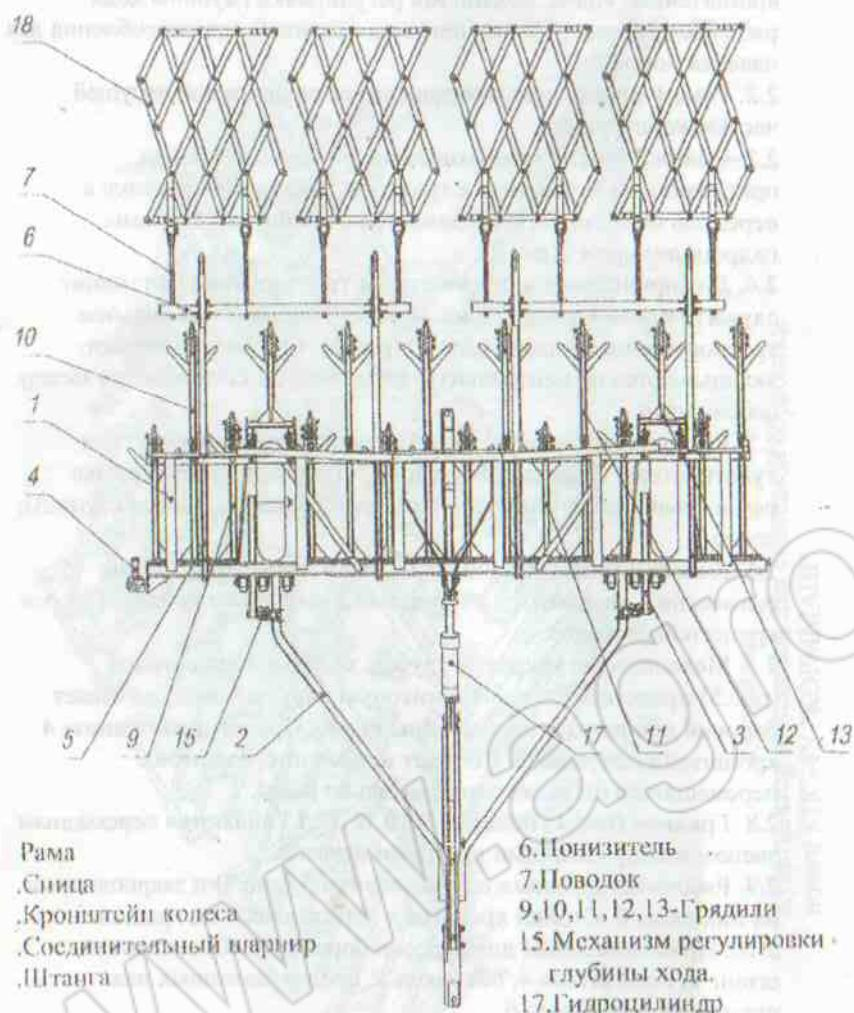
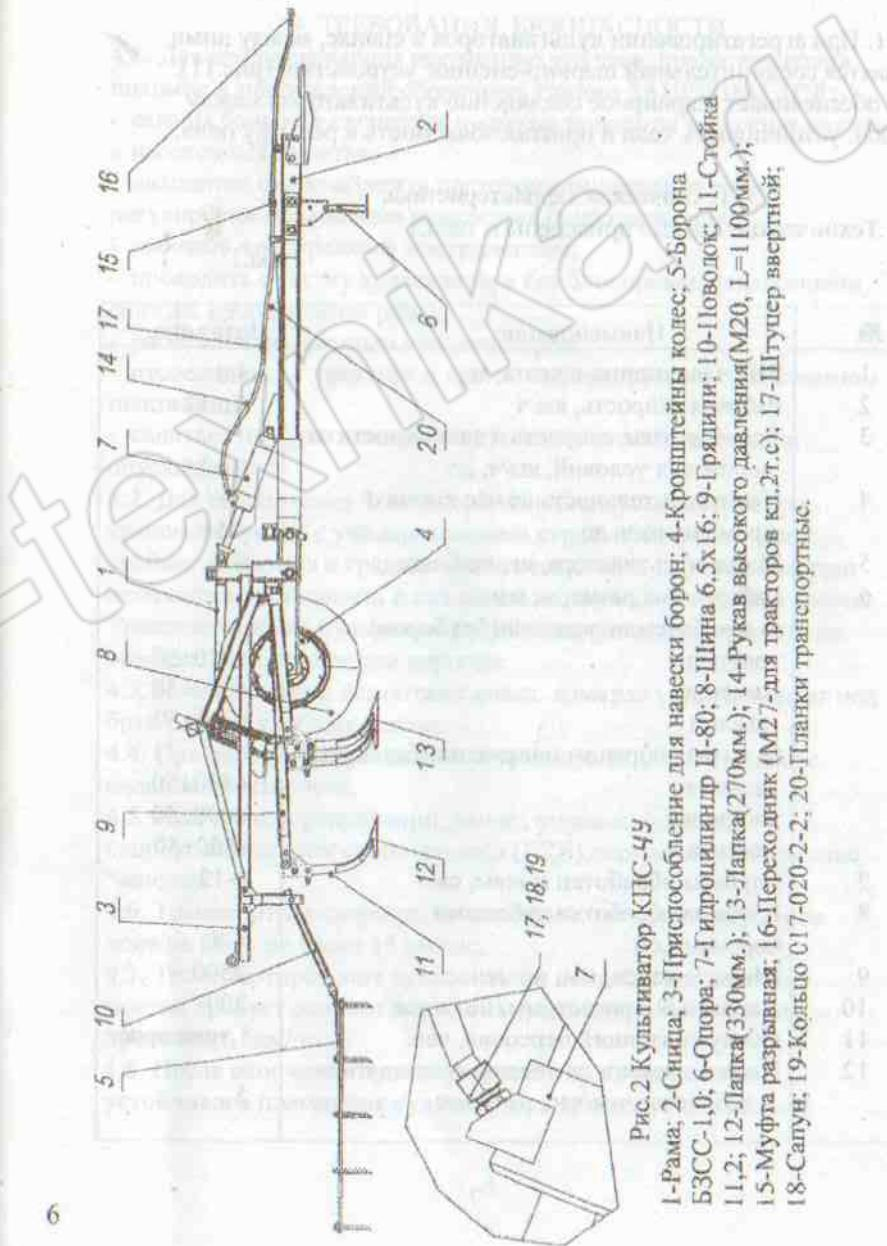

Рис.1
Рис.2 Культиватор КНС-4У
- 2.1. Культиватор (рис.1) представляет собой конструкцию, состоящую из следующих частей: рамы, с니цы, гидроцилиндра, кронштейнов колес, механизма регулировки глубины хода рабочих органов, рабочих органов, грядилей, приспособления для навески борон.
- 2.2. Рама 1 (рис.1) культиватора является основной несущей частью конструкции.
- 2.3. Сница 2 (рис.1) предназначена для присоединения прицепного культиватора к трактору, шарнирно крепится к передней балке рамы и соединяется с кронштейном рамы гидроцилиндром 7(рис.2).
- 2.4. Для приведения культиватора в транспортное положение служит гидроцилиндр 7 (рис.2), разгружаемый при дальнем транспортировании планками 20 (рис.2). При работе планки укладываются на центральную тягу с니цы и соединяются между собою осью.
- 2.8. Грядили (рис.1) позиций 9,10,11,12,13 являются переходным звеном между рабочими органами и рамой.
5.7. Для составления агрегата культиваторы соединяются между собой соединительным шарниром 4(Рис.1). Гидроцилиндры соединяются с трактором трубопроводами с разрывными муфтами. Цилиндры винчиваются на сжатие, отсоединяются фиксаторы, после чего агрегат готов к работе.
6.6. Установить центральную тягу 4 на опору 5 (рис.1). Соединить центральную тягу с кронштейном рамы осью 7 и зашиплинтовать.